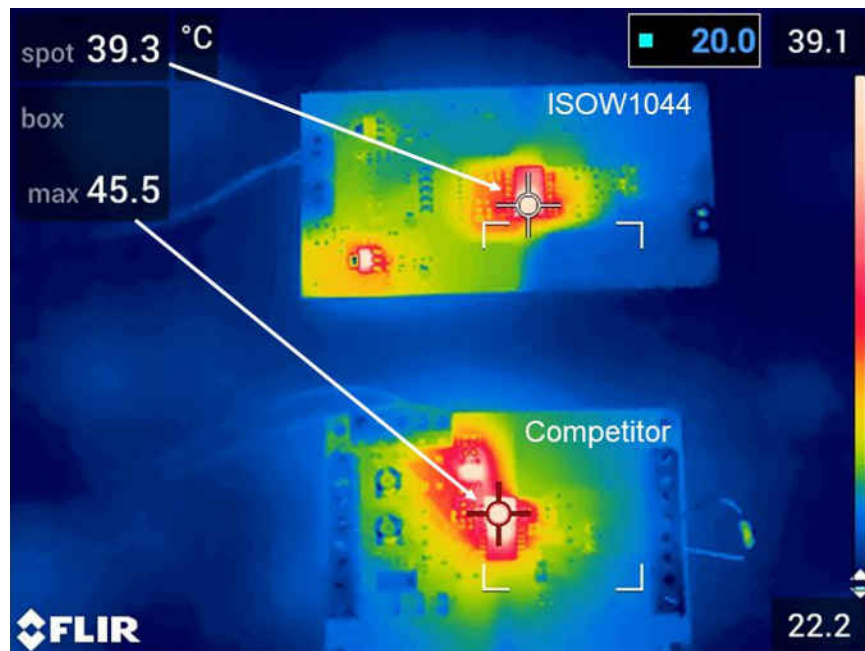

図 5. ISOW1044 と競合デバイスの熱性能
複数のダイを 1 つのチップに搭載すると、統合型デバイスの放熱性能が課題となります。ISOW1044 と競合デバイスは、どちらもフレキシブル・データ・レート (FD) 速度 5Mbps の同じ条件を使用して CAN でテストされ、熱画像はサーマル・ガンによってキャプチャされています。図 5 に示す結果で、上の画像は ISOW1044 を示し、最高温度は 39.3°C です。競合デバイスも図 5 に示されていますが、ISOW1044 よりも 6.2°C 高い温度で動作しています。ISOW1044 の効率は 47% で、消費電力を低減し、サポートされる周囲温度範囲を -40°C ~ 125°C に拡張します。